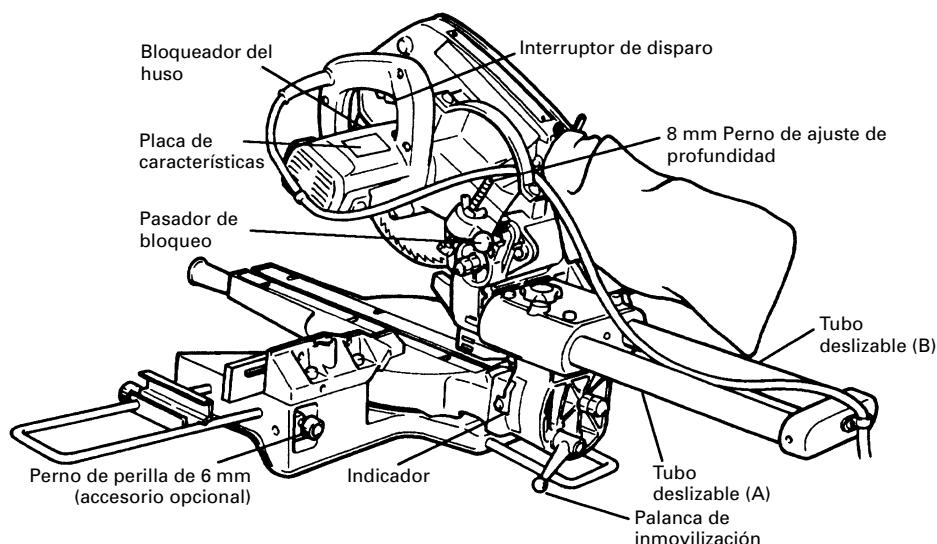

Fig. 2
6. Antes de utilizar la herramienta, confirme la posición del bloqueador del huso. Después de haber instalado la hoja de sierra, confirme que el bloqueador del huso está en posición de retraída antes de utilizar la herramienta eléctrica (consulte la Fig. 2).